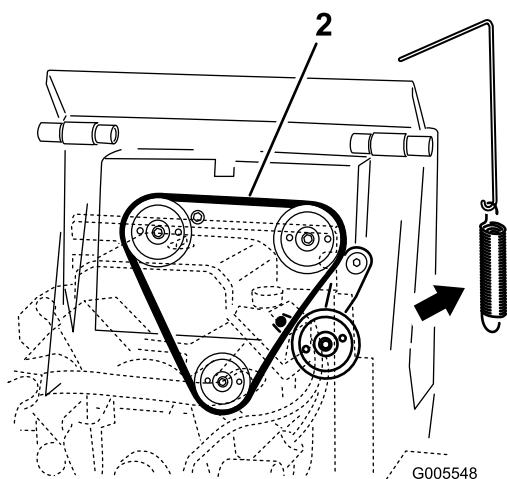

Figure 46
4. Enlevez le ressort de poulie de l'ensemble poulie de tension (Figure 46).
6. Placez une courroie d'entraînement neuve sur les trois poulies (Figure 46).